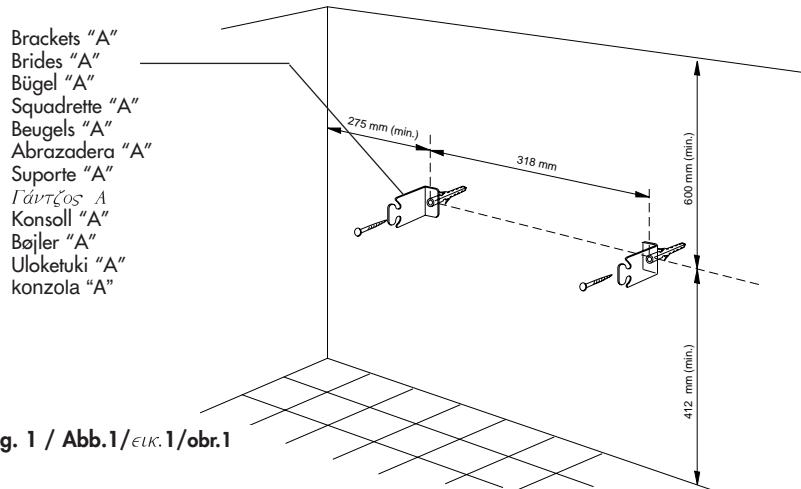

Fig. 1 / Abb.1/εικ.1/obr.1
1. Fix two brackets "A" following carefully the dimensions as indicated in figure 1. Use a 6 mm masonry drill.
1. Fixez les deux brides "A" en suivant scrupuleusement les dimensions indiquées à la figure 1.
1. Befestigen Sie die beiden Bügel 'A' und halten Sie sich strikt an die auf Abbildung 1 angegebenen Maße. Verwenden Sie einen Maurerbohrer von 6 mm.
1. Fissate le squadrette "A" seguendo attentamente le distanze indicate in fig. 1.